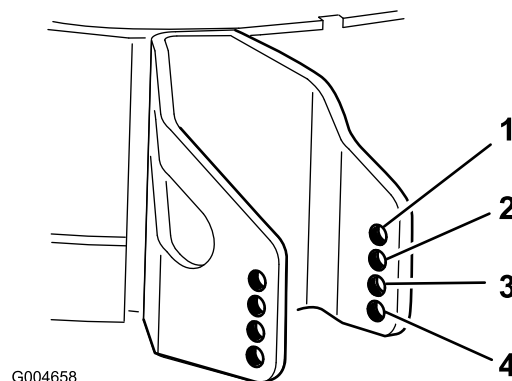

图 11
- 选择一个孔使防刮滚筒被放置到离对应所需剪草高度最近的位置图 11。